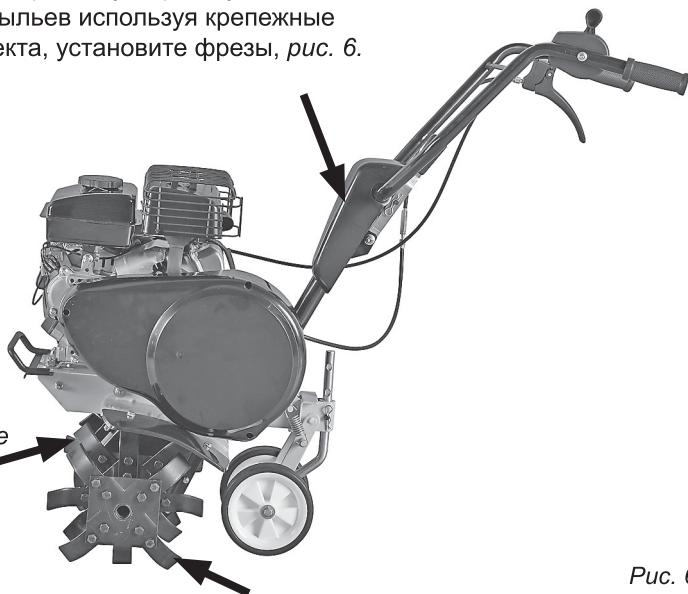

Рис. 6
4. Установите декоративную крышку и расширители крыльев используя крепежные винты из комплекта, установите фрезы, рис. 6.